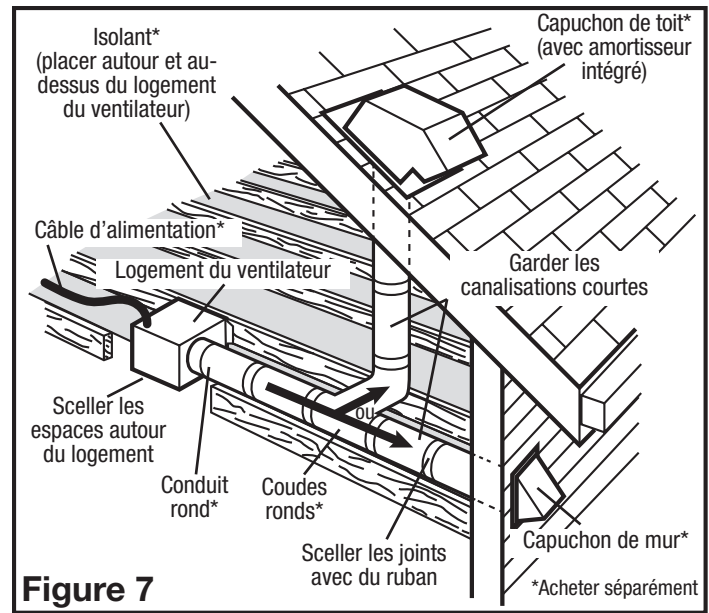

Figure 7
2. Assurez-vous que les joints des conduits et les pénétrations extérieures sont scellés avec du mastic ou tout autre matériau similaire pour créer un passage d'air étanche afin de minimiser la perte ou le gain de chaleur et réduire le risque de condensation. Placez / enveloppez l'isolant autour du conduit et / ou ventilateur afin de minimiser la possibilité d'accumulation de condensation à l'intérieur du conduit, ainsi que la perte ou le gain de chaleur (**Figure 7**).